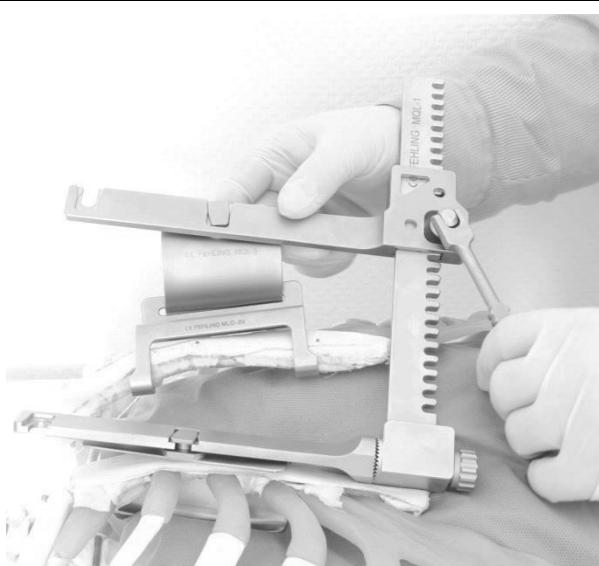

Abb. 14
5. Aufspreizen des Retraktors bis zur gewünschten Exposition des Thorax (Abb. 14).